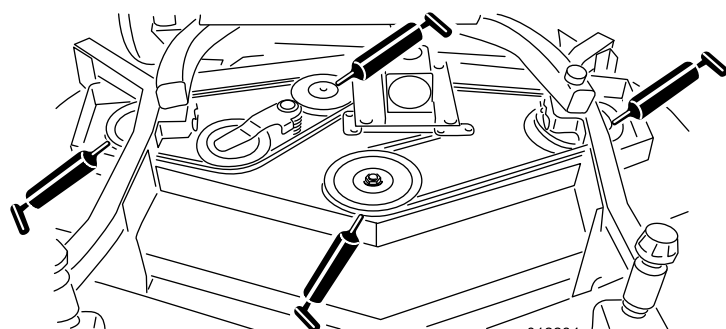

Figura 19
- Cojinetes del eje (situados debajo de la polea) (Figura 19)
- Cojinetes del eje del brazo tensor (Figura 19)